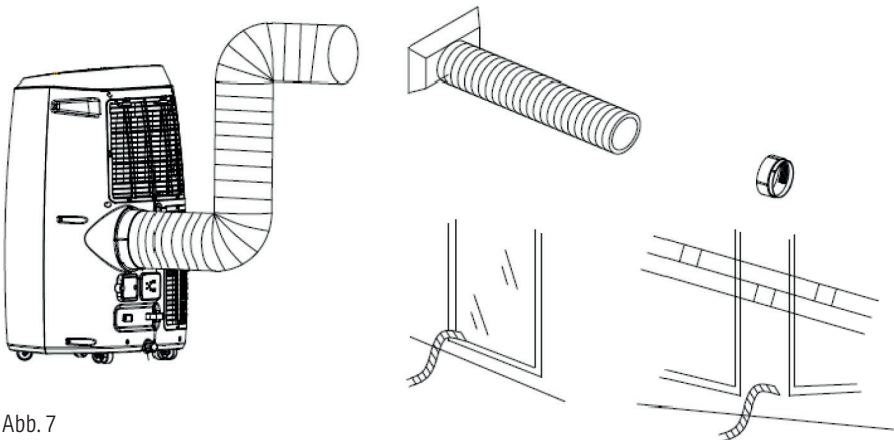

Abb. 7
- Fügen Sie die quadratische Fixierungsklammer in die Öffnung an der Rückseite des Klimageräts ein (Abb. 7)